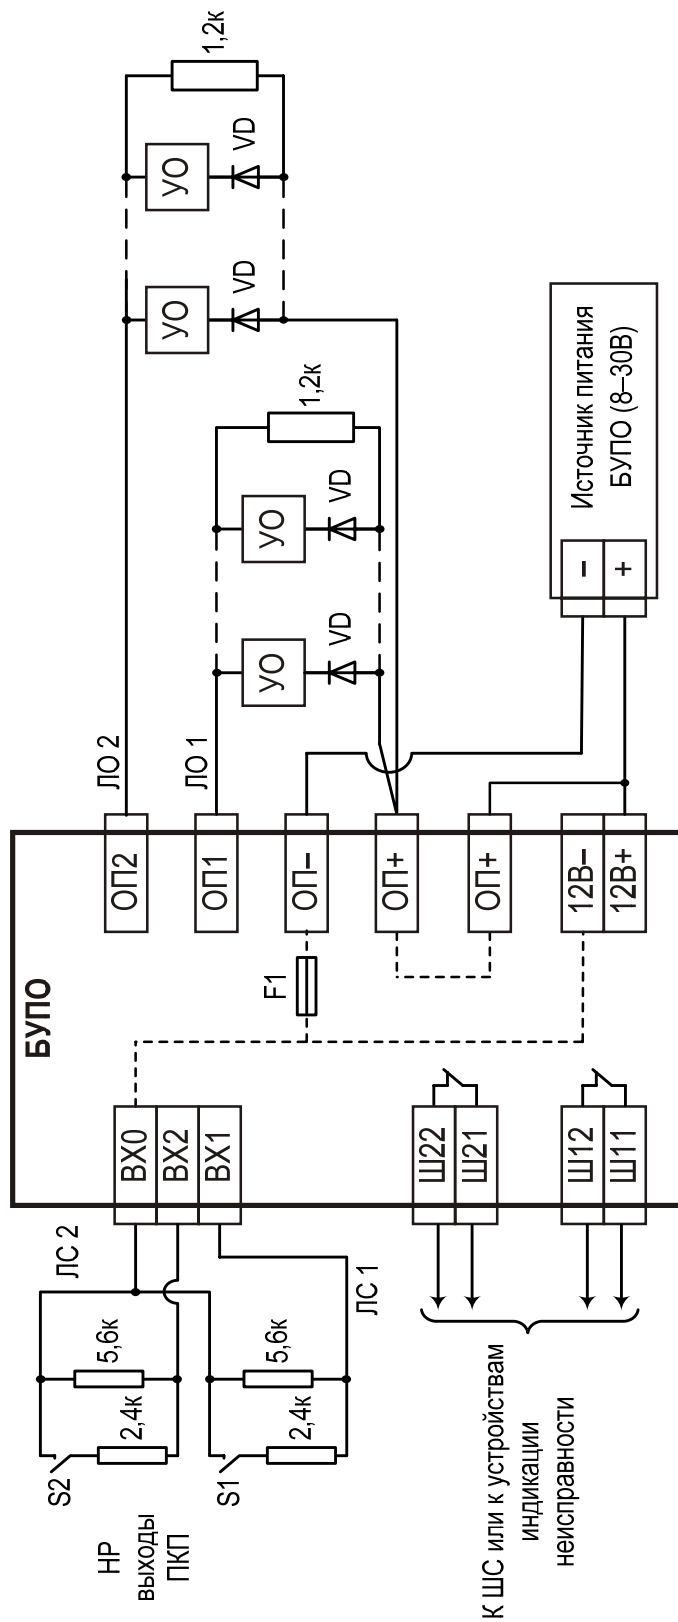

Рисунок 1
3.2 Подключить к выходам ПКП (типа "открытый коллектор" или нормально разомкнутые контакты реле) резисторы 2,4 кОм и 5,6 кОм, линии связи соединить с клеммами входов управления "ВХ1", "ВХ2" и "ВХ0" (рис.1).
3.3 Подключить контрольные ШС ПКП или устройства индикации неисправности к клеммам Ш11-Ш12 и Ш21-Ш22 (рис.1) в произвольной полярности.